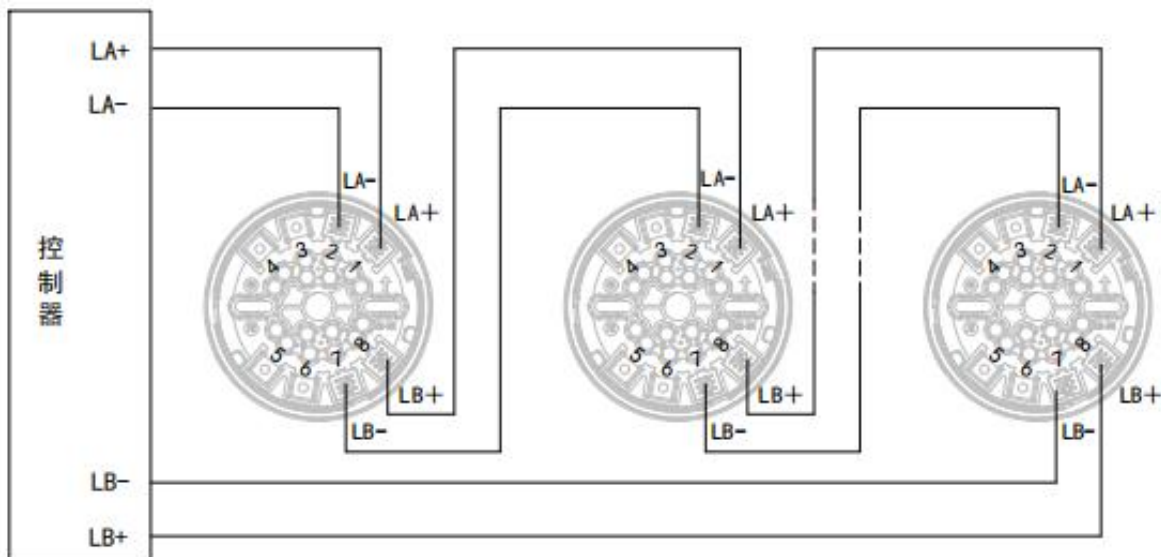

图3 环路接线方式底座接线图
- 环路接法：端子 1、2 接回路总线 LA+/LA-或 LB+/LB-，区分极性；端子 7、8 为出线接下一底座的端子 2、1；最后一只声光端子 7、8 连接回路二总线的 LB-/LB+，如图 3 所示：